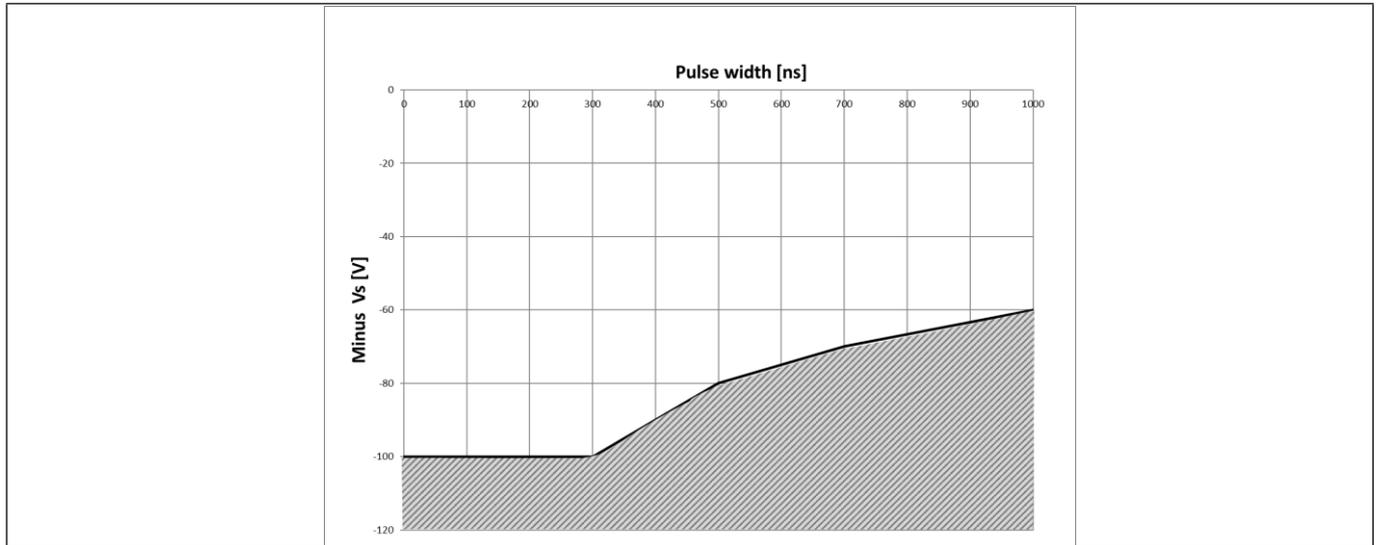

图 21 2ED2108 (4) S06F (J)的负  $V_S$  瞬态 SOA @  $V_{BS}=15\text{ V}$
英飞凌的 HVIC 专为满足当今众多严苛应用的稳健性要求而设计。图21展示了2ED2108 (4) S06F (J)的稳健性，其中基于重复的负  $V_S$  尖峰，2ED2108 (4) S06F (J)的安全工作区为  $V_{BS}=15\text{ V}$ 。如果负  $V_S$  瞬变电压落在灰色区域（超出 SOA），则可能导致 IC 永久性损坏；反之，如果负  $V_S$  瞬变电压落在 SOA 范围内，则不会出现不必要的功能异常或 IC 永久性损坏。